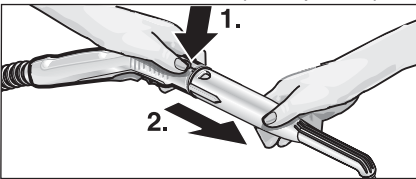

Рис. 5: від'єднання насадок
- Для від'єднання насадок натисніть кнопку розблокування (C3 або G3) та зніміть насадку одна з одної (див. рис. 5).